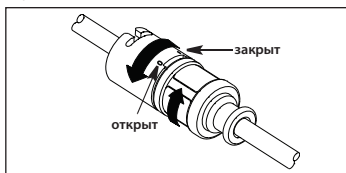

Рисунок 9
- б. Если используется фильтр-оболочка катетера с переходником TwistLock, поверните верхнюю половину дистальной втулки по часовой стрелке, чтобы зафиксировать катетер на месте. Переместите проксимальный конец фильтр-оболочки катетера в требуемое положение. Поверните верхнюю и нижнюю половины в противоположных направлениях, чтобы зафиксировать на месте. Чтобы убедиться в надежном сцеплении с катетером, проверьте переходник, плавно потянув за катетер (см. рис. 9).